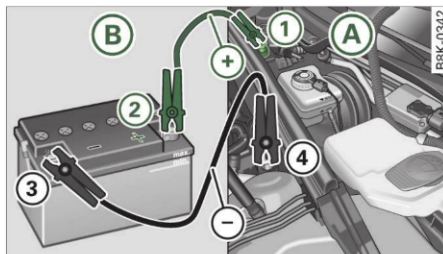

Fig. 250 Ajutorul la pornire cu bateria altui autovehicul: A - descărcat, B - furnizor de curent
⇒ *pagina 260*, fig. 250 ① (bolțurile de sub capacul roșu